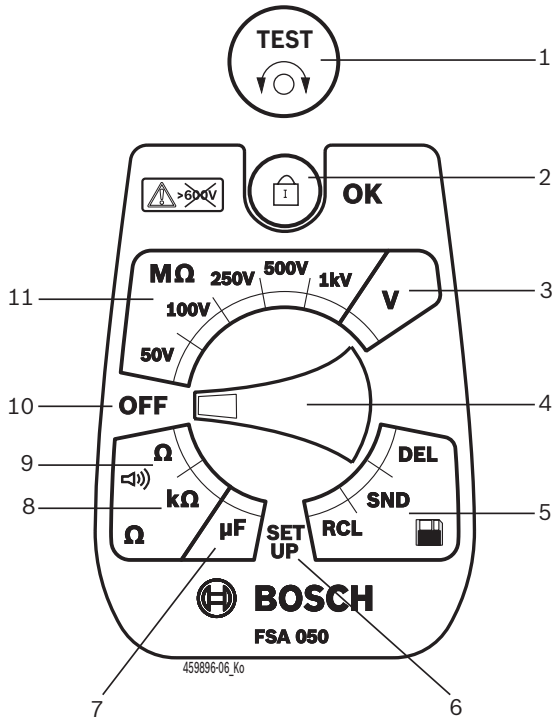

Рис. 2: Поворотный переключатель/кнопки
- Установите поворотный переключатель на <SETUP> (рис. 2, поз. 6).
- Нажмите и удерживайте около двух секунд <ТЕСТ> (рис. 2, поз. 1).
- Нажмите </OK>, чтобы сохранить нужное значение (рис. 2, поз. 2).